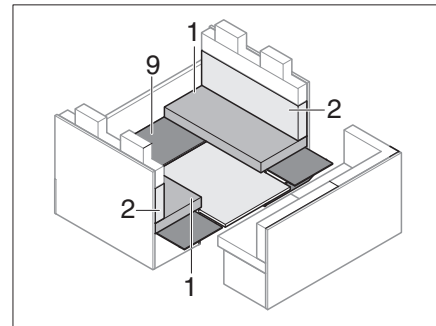

Bild 202 Während des Umbaus
- Unterbau (Bild 202,9) wieder auflegen.